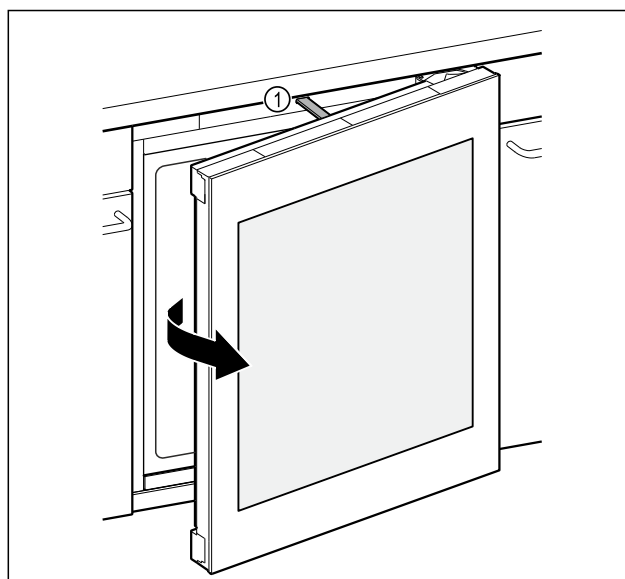

Fig. 84
- ▷ Biela Fig. 84 (1) deschide ușa aproximativ 7 cm.